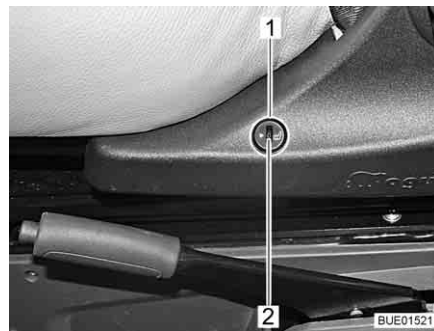

Bild 26 Brytare för stolsvärme
- Tryck på den undre delen av reglaget (Bild 26,1) på stolkonsolens vänstra sida.
- För att sänka värmen vrider du inställningsratten (Bild 26,2) i riktning "0".
- För att höja värmen vrider du inställningsratten (Bild 26,2) i riktning "5".
- Tryck på den övre delen av reglaget (Bild 26,1) på stolkonsolens vänstra sida.